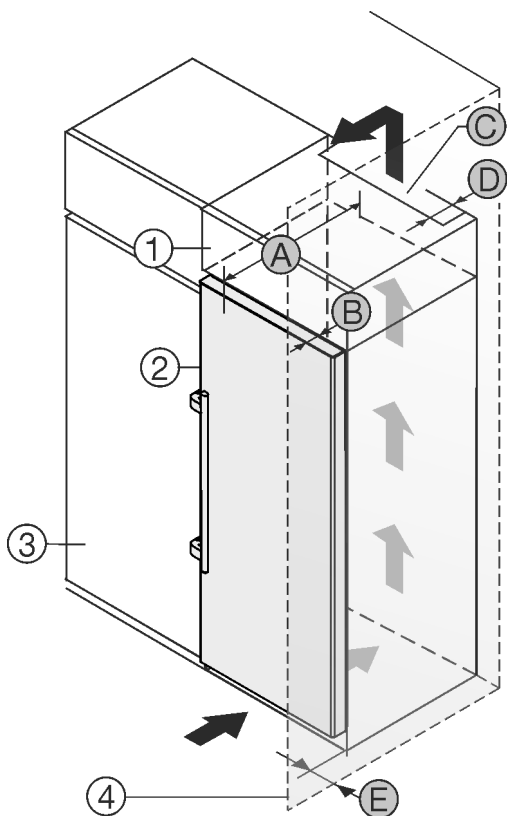

Fig. 2
- (1) Överskåp *
- (2) Skåp *
- (3) Kåpsskåp *
- (4) Vagg *
- (A) Skåpets djup *
- (B) Dörrens djup *
- (C) Ventilationsarea *
- (D) Avstånd, skåpets baksida *
- (E) Avstånd till skåpets sida *
Du kan ställa apparaten direkt bredvid köksskåpet Fig. 2 (3).*
Bakom överskåpet måste det finnas en luftspalt med djupet Fig. 2 (D) längs hela överskåpets bredd.*
Under taket måste angiven ventilationsprofil Fig. 2 (C) följas.*
Om du placerar apparaten med gångjärnen bredvid en vägg Fig. 2 (4) måste avståndet mellan apparaten och väggen vara minst 57 mm . Detta motsvarar hur mycket handtaget sticker ut med öppen dörr.*
För att dörren ska kunna öppnas helt måste apparaten sticka ut från köksskåpets front med samma mått som dörrens djup Fig. 2 (B). Beroende på köksskåpens Fig. 2 (3) djup och om väggavståndshållare används kan skåpet skjuta ut ännu mer.*